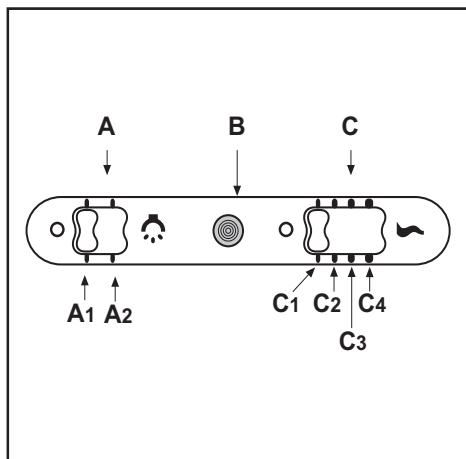

Fig.8
• **COMANDI:** (Fig.8) SLIDER la simbologia è di seguito riportata: